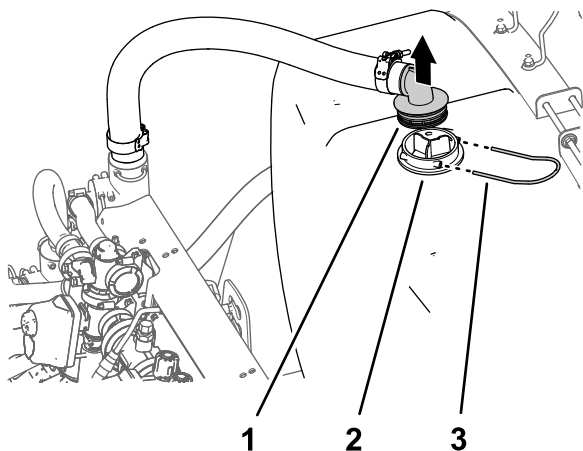

Рисунок 12
4. Снимите крепежную вилку, с помощью которой прямоугольный штуцер типа «елочка» шланга подачи крепится к корпусу сетчатого фильтра линии всасывания (Рисунок 12).